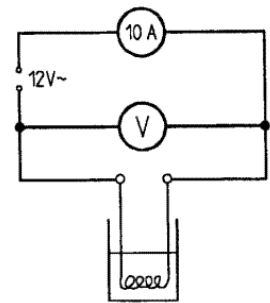

Abb. 2
- Stromstärke und Spannung können gleichzeitig gemessen werden. Dabei ist wegen des kleinen Widerstandes der Heizwendel die Schaltung nach Abb. 2 vorzunehmen.